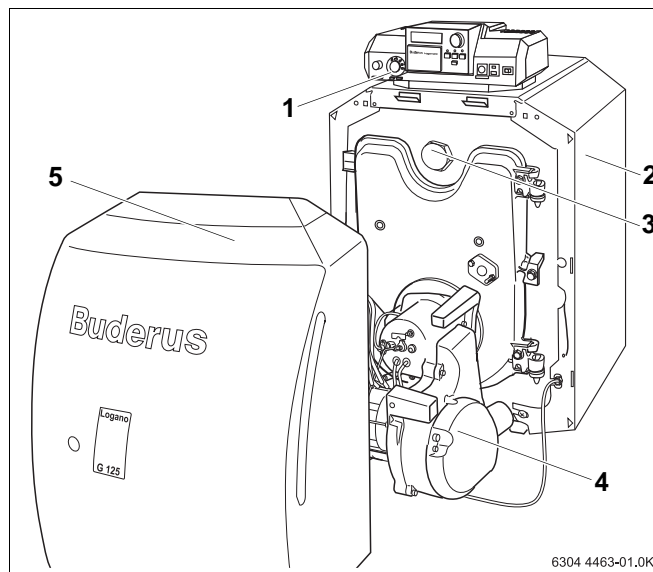

Fig. 1 Chaudière avec brûleur
1. Chaudière avec brûleur fioul intégré (→ fig. 1)